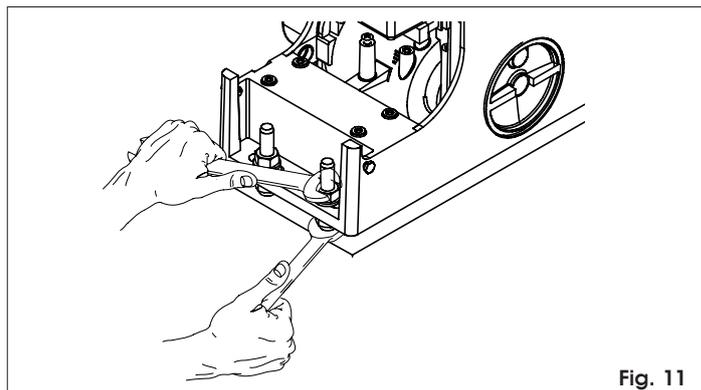

Fig. 11
4) Fixer le motoréducteur sur la plaque de fondation en serrant les écrous d'après la Fig.11.